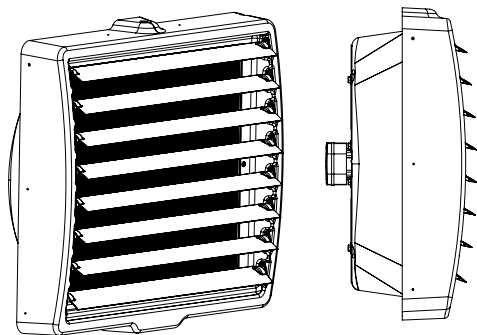

Рис.1
5.1 Тепловентилятор имеет прочный корпус из высококачественного пластика. Внутри корпуса расположен осевой вентилятор и водяной воздушонагреватель (рисунок 1).